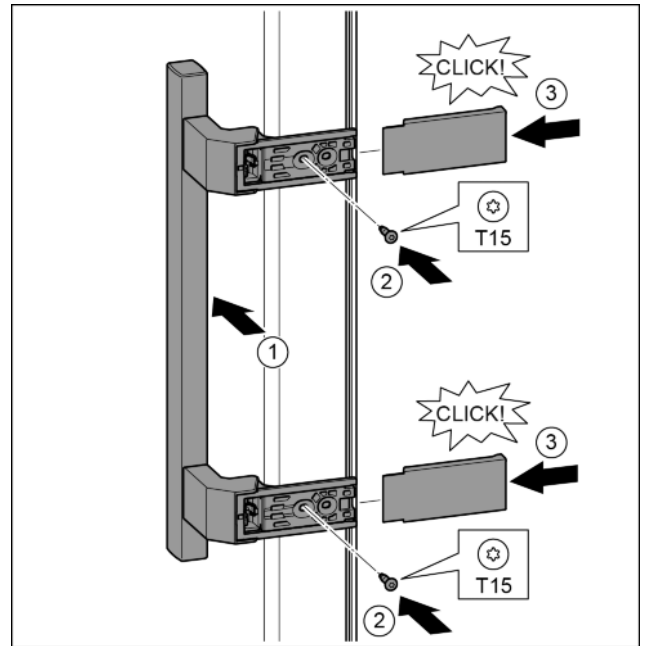

Fig. 20
- ▶ Установить ручку на противоположной стороне. Fig. 20 (1)
- ▶ Затянуть винты отверткой T15. Fig. 20 (2)
- ▶ Установить крышки сбоку и надвинуть. Fig. 20 (3)